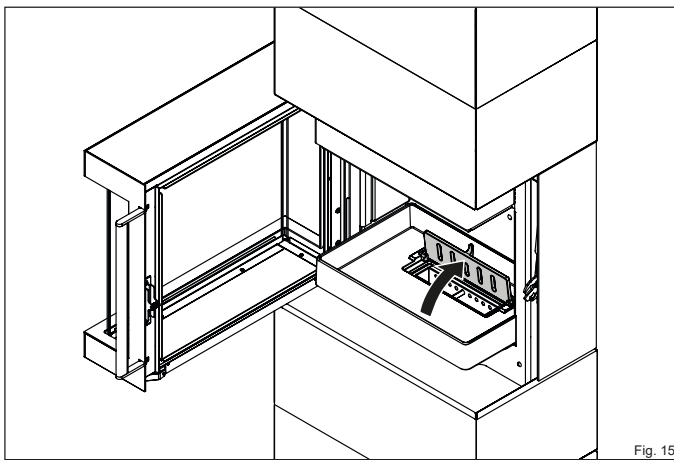

Fig. 15
- ▶ Ouvrez la grille de décendrage (Fig. 15)
- ▶ Ouvrez la grille de décendrage (Fig. 15).